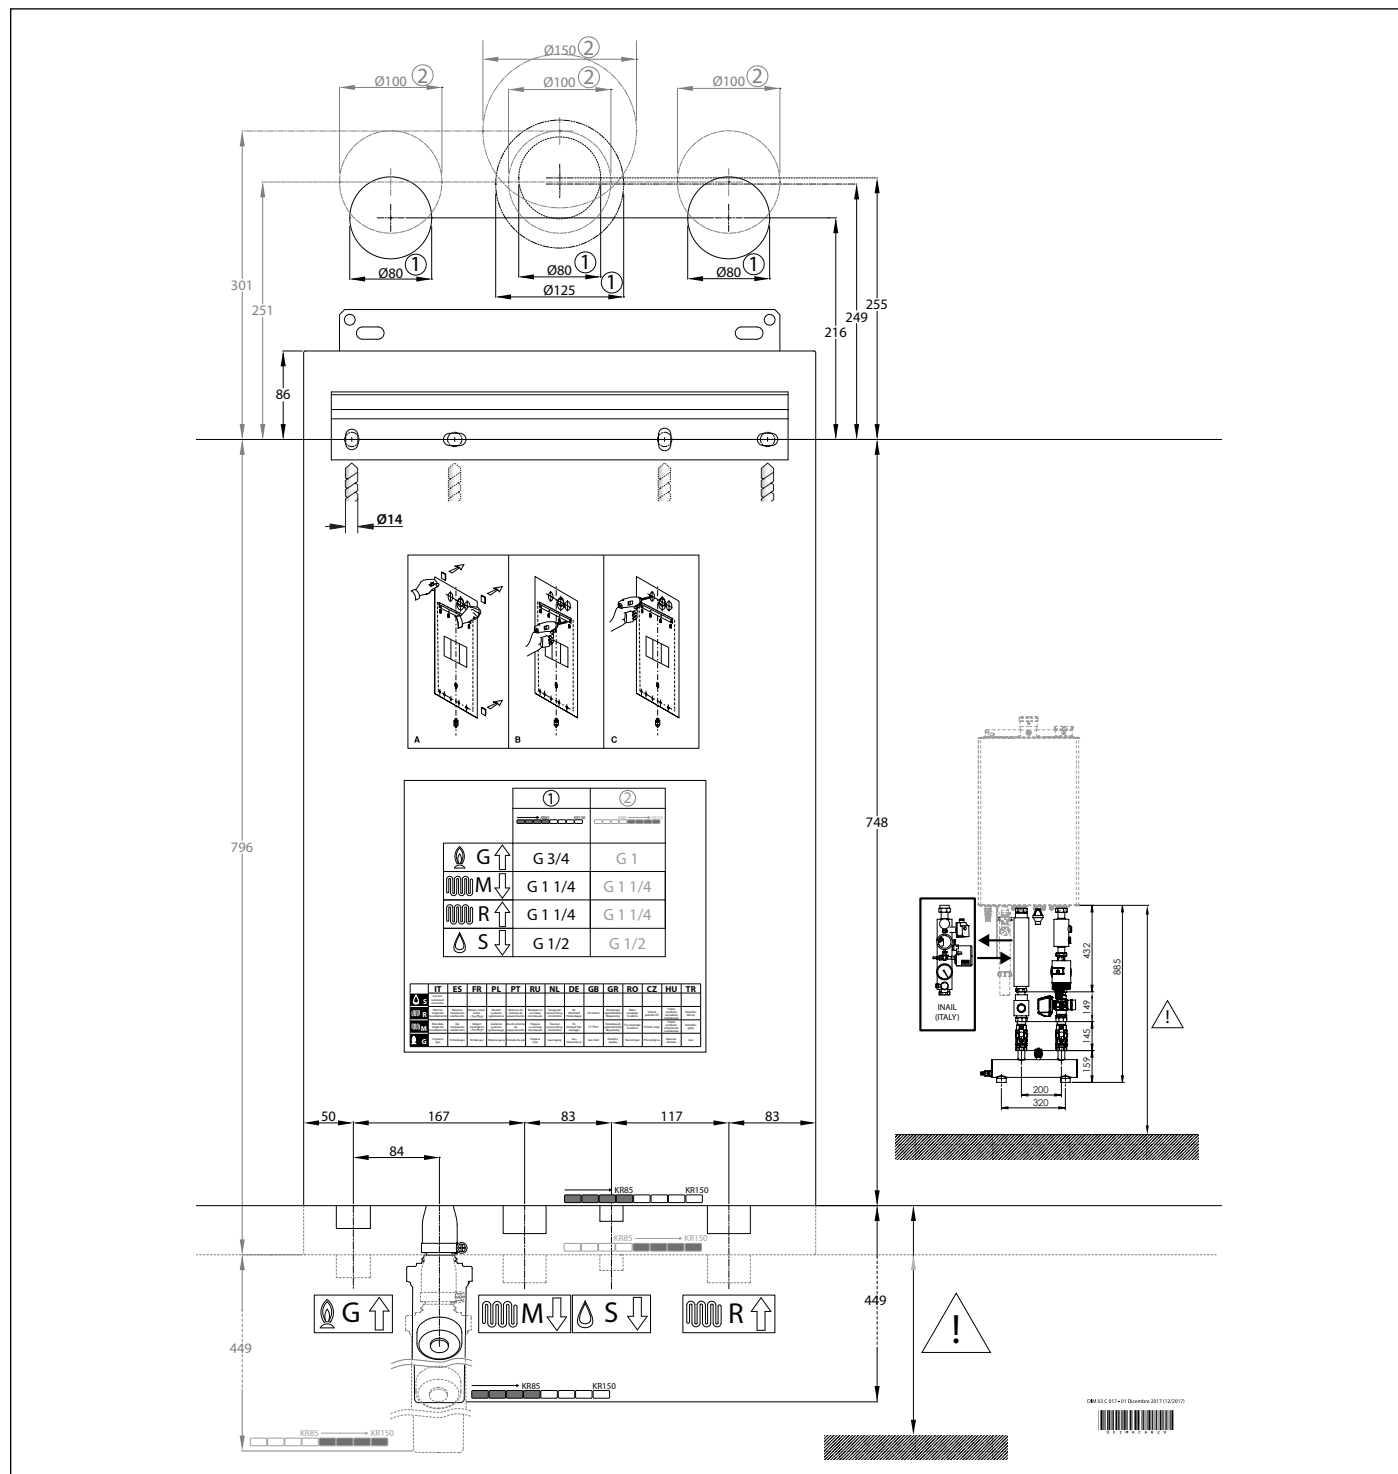

Fig. 7 Gabarito de instalação
- O gabarito de fixação da caldeira na parede (veja Fig. 7 Gabarito de instalação).
Cada aparelho é fornecido com um gabarito específico de papel (veja Fig. 7 Gabarito de instalação).